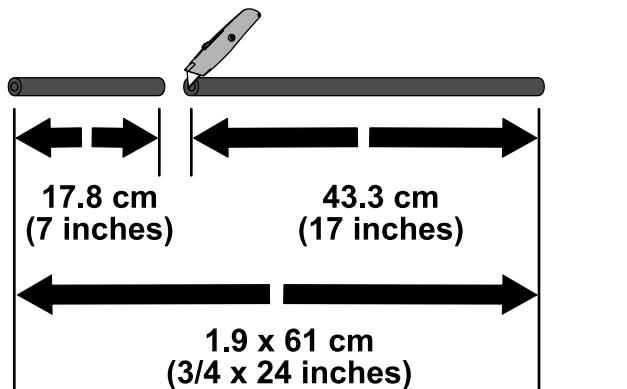

Рисунок 4
1. Отмерьте 17,8 см от конца шланга размером 1,9 x 61 см и отметьте эту точку (Рисунок 4).